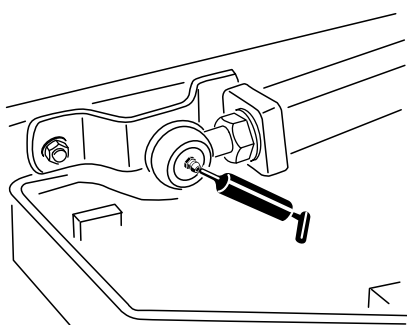

Figura 46
- 2 rótulas de los brazos de elevación (Figura 46)